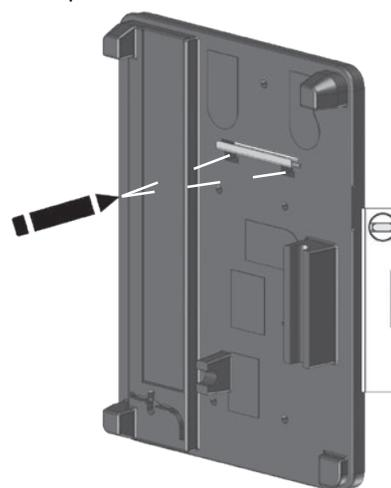
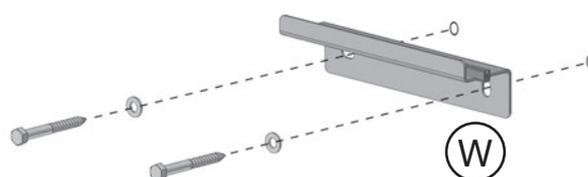

Fig. 4.3: Utiliser la partie arrière de la coquille d'isolation comme gabarit de perçage
Fig. 4.4: Fixer l'équerre murale sur le mur
5. Placer la partie arrière de la coquille d'isolation (U) avec l'équerre murale (W) sur le mur de façon perpendiculaire et l'utiliser comme gabarit de perçage (Fig. 4.3).
6. Marquer deux perçages pour l'équerre murale (W). Enlever la partie arrière de la coquille d'isolation (U) avec l'équerre murale (W) du mur, réaliser les perçages et les munir des chevilles (jointes).
7. Sortir l'équerre murale (W) de la partie arrière de la coquille d'isolation (U) et le fixer sur le mur à l'aide de deux vis M 8 x 70 et rondelles (jointes) (Fig. 4.4).